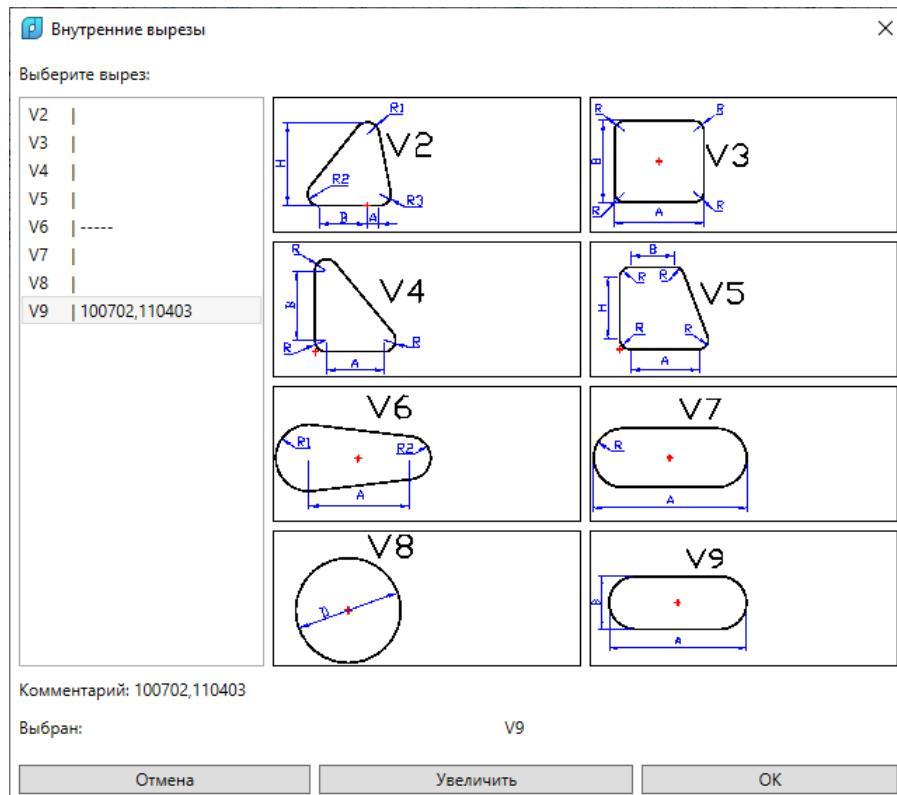
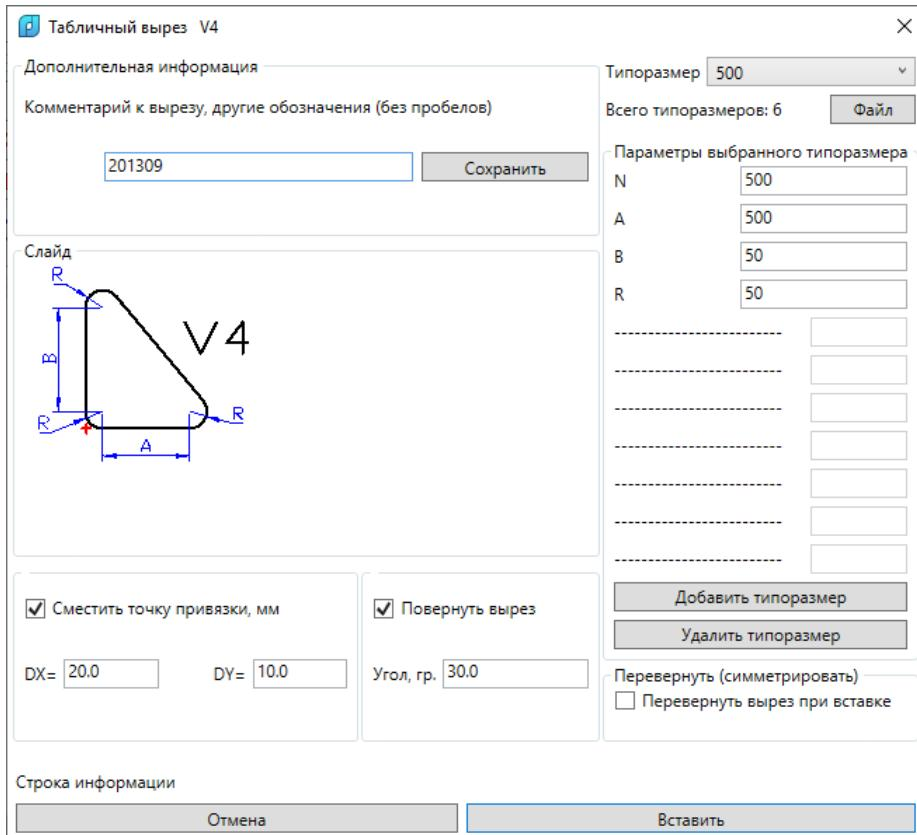
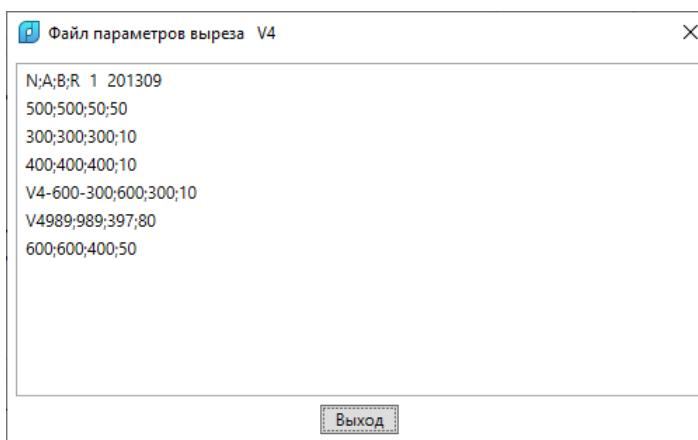

Рис. 49. Окно выбора типа выреза
Рис. 51. Окно выбора типоразмера выреза
Рис. 55. Пример окна типоразмеров выреза V4
По команде **ВЫРЕЗ > Внутренний > Табличный** на экран вызывается диалоговое окно типов табличных вырезов (рис. 49).
Кнопка **Отмена** предназначена для выхода без выбора выреза. Кнопка **OK** предназначена для выхода из окна выбора типа и перехода в окно, показанное на рис. 51, для выбор или задания параметров выреза.
Значения параметров для того типоразмера выреза, который выбран в раскрывающемся списке **Типоразмер**, отображаются в области **Параметры выбранного типоразмера**. На рис. 51 у выреза V4 таких параметров четыре: наименование типоразмера N, линейные параметры A, B и радиус R.
Процесс непосредственной вставки выреза запускается после нажатия кнопки **Вставить** в окне, приведенном на рис. 51. Окно закрывается и в командную строку выводится текст (на примере выреза V4):
Просмотр файла осуществляется нажатием кнопки **Файл** в окне выбора типоразмера выреза (см. рис. 51). Вызывается окно просмотра этого файла. На рис. 55 показан пример содержимого такого файла для выреза V4.
- **N;A;B;R** – перечисление имен параметров (они отображаются в окне на рис. 51, пробелы не допускаются);
- **201309** - содержимое комментария, который отображается в области **Дополнительная информация** на рис. 51 и в поле **Комментарий** на рис. 49 (пробелы в комментарии не допускаются).
В дистрибутиве системы поставляются файлы-шаблоны для всех табличных внутренних вырезов, показанных на рис. 49 (от V2 до V9). Шаблоны имеют те же имена, что и файлы типоразмеров, но без расширения: **TV2** (вырез V2), **TV3** (вырез V3) и т.д. В первом расчете содержимое файла-шаблона копируется в одноименный файл, но с расширением завода (например, **TV2.BST**). В дальнейшем работа ведется только в файле с расширением.